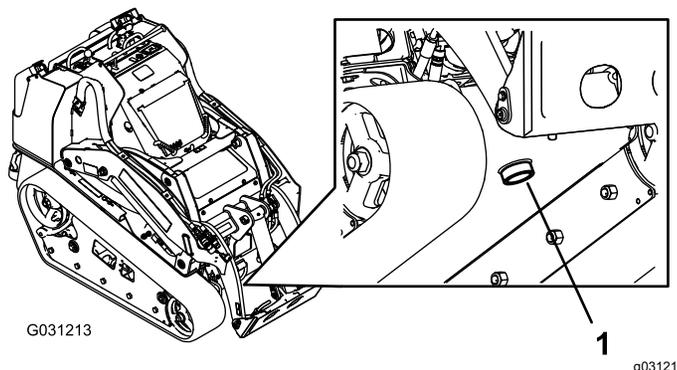

Рисунок 66
пробкой в передней части машины (Рисунок 66).
8. Снимите сливную пробку и дайте маслу стечь в поддон (Рисунок 66).